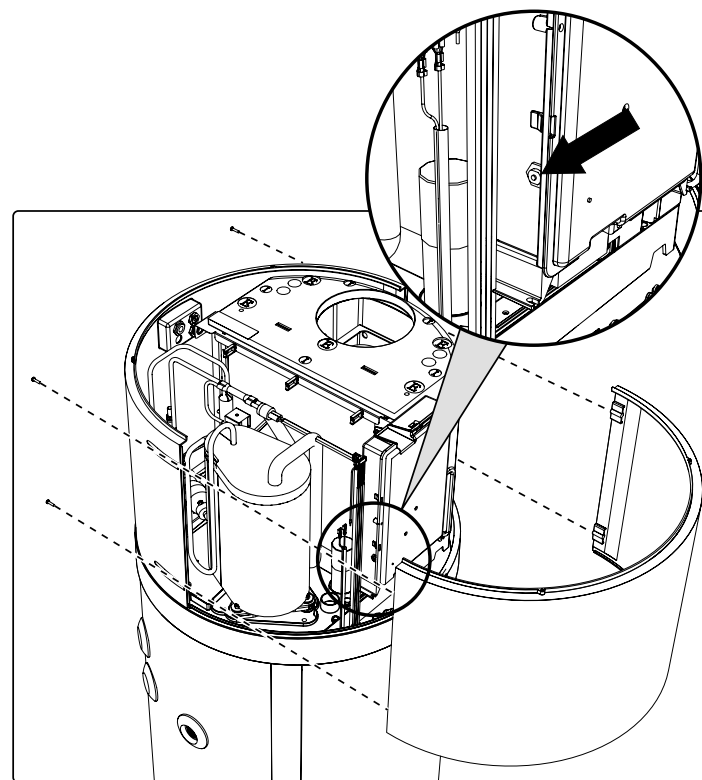

fig. 30- Retrait du panneau avant
- Retirez le panneau avant et réinitialisez manuellement le thermostat de sécurité déclenché (fig. 30). En cas d'intervention, la broche centrale du thermostat dépasse d'environ 2 mm.